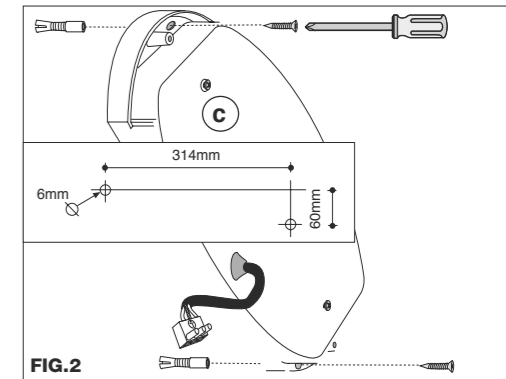

FIG.2
- Die Platte auf der Oberflaeche durch die seitige Oesen (FIG.2). Die Verkabelung am Kabelklemme durchfuehren (d).
- Instalar la base de la luminaria utilizando los ojales laterales (FIG.2) y cablear el cable de alimentación con el bornero/connector (d).
- Fissare la base apparecchio sulla superficie mediante tasselli adeguati (non in dotazione) tramite asole situate ai lati della stessa (FIG.2).